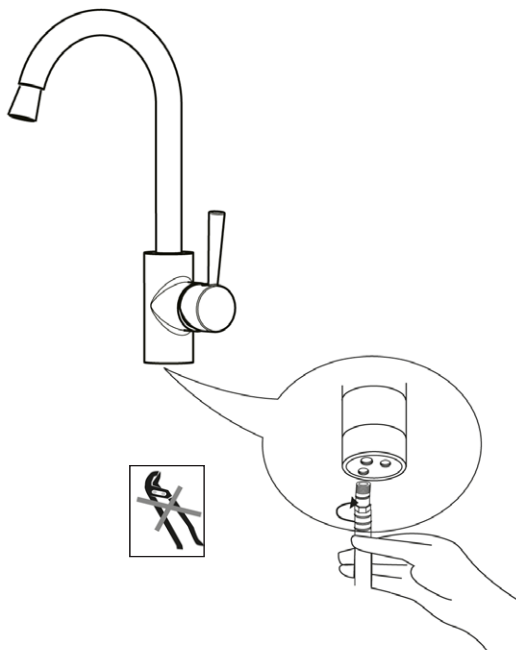

Fig. 1: Montering av anslutningsslangar.
1. Montera först anslutningsslangarna till blandarens insats enligt Fig. 1. **OBS!** Använd endast handkraft (ej verktyg).